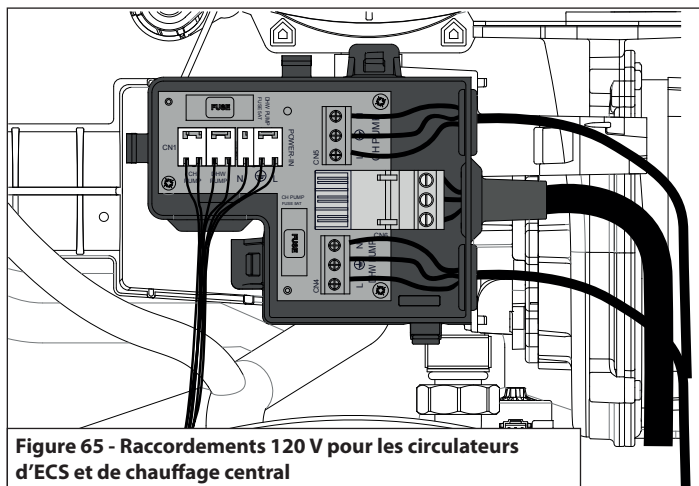

Figure 65 - Raccordements 120 V pour les circulateurs d'ECS et de chauffage central
6. Branchez le câble sur le connecteur CN4 (pompe d'ECS) et CN5 (pompe de chauffage central). Consultez le Schéma de câblage électrique, Figure 65.